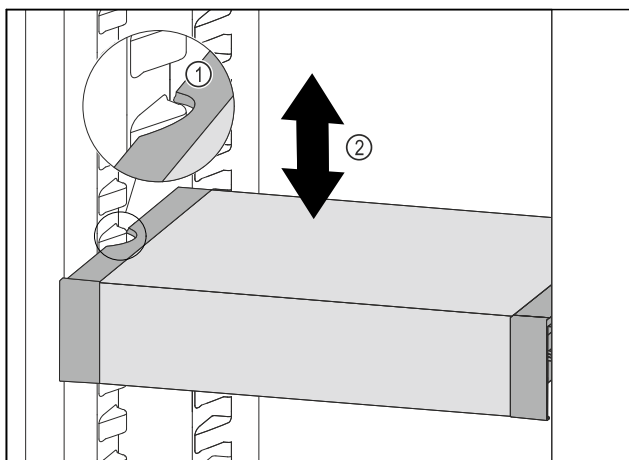

Fig. 146
- Táhněte VarioSafe dopředu, dokud nebudou boční vybrání VarioSafe na úrovni žebrování na nádoby v chladniče. Fig. 146 (1)
- Posouvejte VarioSafe v chladniče nahoru nebo dolů, dokud nedosáhnete požadované výšky. Fig. 146 (2)